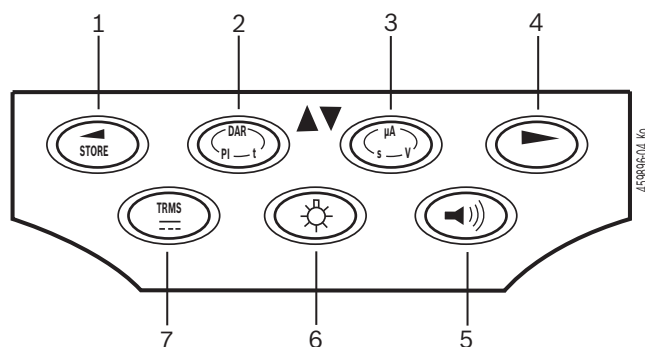

Fig. 3: Teclas de función FSA 050
Cuando el verificador FSA 050 está enchufado, se puede seleccionar la iluminación de fondo de la pantalla LCD (fig. 3, pos. 6). Ésta se apaga automáticamente tras 20 segundos.
Para realizar la medición de continuidad se puede conectar el zumbador (fig. 3, pos. 5). Su símbolo aparece en la pantalla LCD (fig. 5, pos. 4).
En el caso de la comunicación Bluetooth se visualizará en la pantalla LCD la indicación **bt** (fig. 5, pos. 2) durante aproximadamente un segundo después de pulsar la tecla de selección ► (fig. 3, pos. 4).